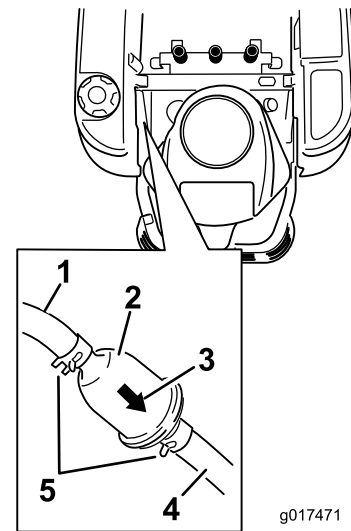

Figure 37
3. Repérez le filtre à carburant sur le côté du moteur, comme illustré (Figure 37).
4. Pincez les extrémités des colliers et faites glisser ceux-ci pour les éloigner du filtre (Figure 37).
6. Montez un filtre neuf en veillant à pointer la flèche indiquant le sens d'écoulement vers le moteur. Rapprochez les colliers de flexibles du filtre (Figure 37) pour le fixer en place.